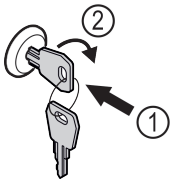

Fig. 123
- ▶ Schlüssel hineindrücken. Fig. 123 (1)
- ▶ Schlüssel um 90° im Uhrzeigersinn drehen. Fig. 123 (2)